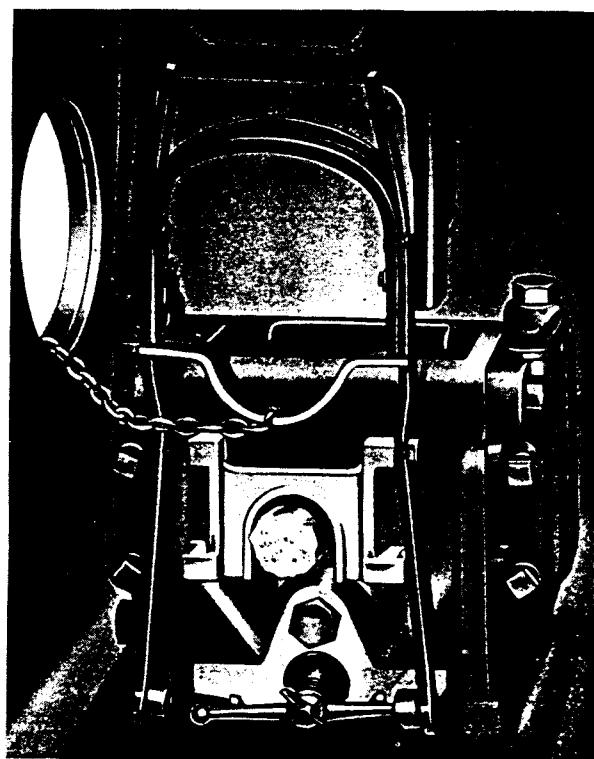

FIG. 38.
**HYDRAULIC FORK SPREADER FT. 145, FIG. 38.**